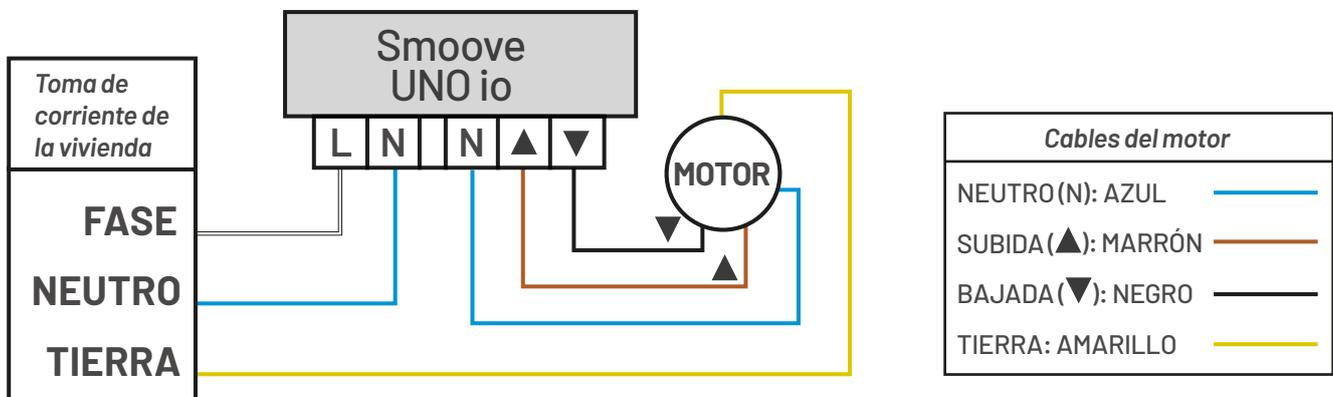

Imagen 10: Esquema de conexionado - Smoove Uno IO
1. **Conectar el Smoove UNO IO a la toma de corriente.** Para acceder a los tornillos de regulación se debe separar la carcasa blanca del cuerpo negro del Smoove (imagen 7). Posteriormente prosiga con el conexionado tal y como se indica en la imagen 10.